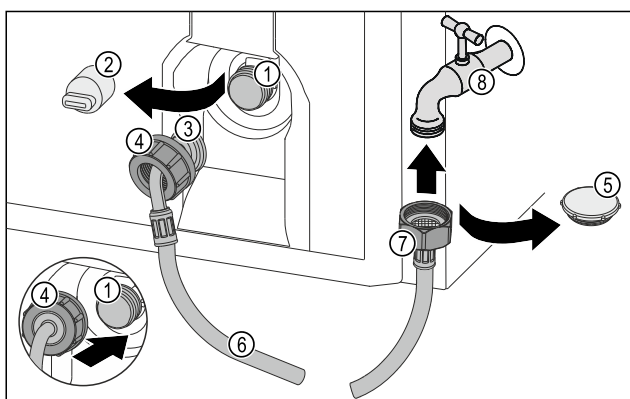

Fig. 55
- ▶ 移除密封盖 Fig. 55 (5)。
- ▶ 将软管直头 Fig. 55 (7) 装在水龙头 Fig. 55 (8) 上。
- ▶ 顺时针拧紧软管直头 Fig. 55 (7) 上的螺母。